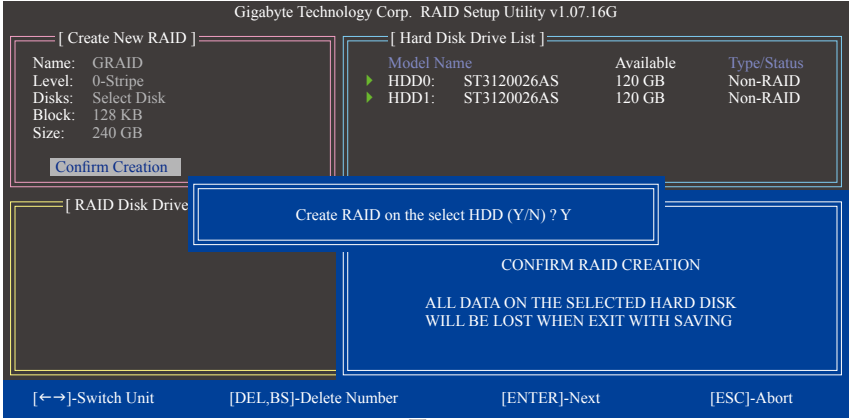

图7
6. 确认建立磁盘阵列(Confirm Creation): 完成以上设定后光标将自动跳至「 Confirm Creation 」项目, 请按<Enter>键, 当确认信息出现时, 确定制作磁盘阵列请按<Y>, 取消请按<N> (图7)。